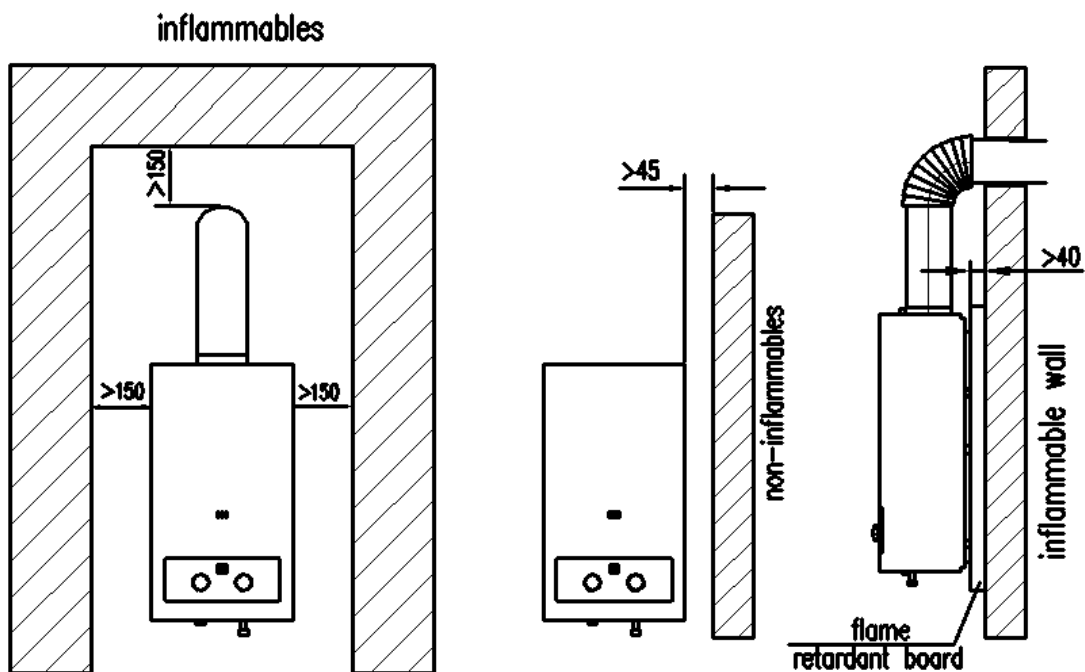

Fig.4
- La ventana de visión de la llama del artefacto debe estar al nivel de los ojos entre 1,55 y 1,65 m por encima del suelo (figura 3), lo que es ergonómico para la comprobación de la llama. El aparato debe mantenerse a cierta distancia de los objetos cercanos ya sean inflamables o retardadores de llama en caso de accidentes por incendio (Fig.4).